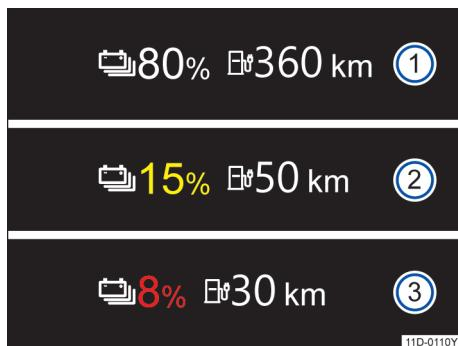

图 9 在数字组合仪表中：续驶里程和剩余电量显示
关于仪表的解释 → 图 9：
通过数字组合仪表中的符号 和一个白色的百分比数显示高压电池的当前电量 → 图 9 ①。
根据设置，车辆的续驶里程以公里 (km) 为单位 → 图 9。
如果达到高压电池的剩余电量区域，将显示符号 和一个彩色的百分比数 → 图 9 ②、③ → ▲。